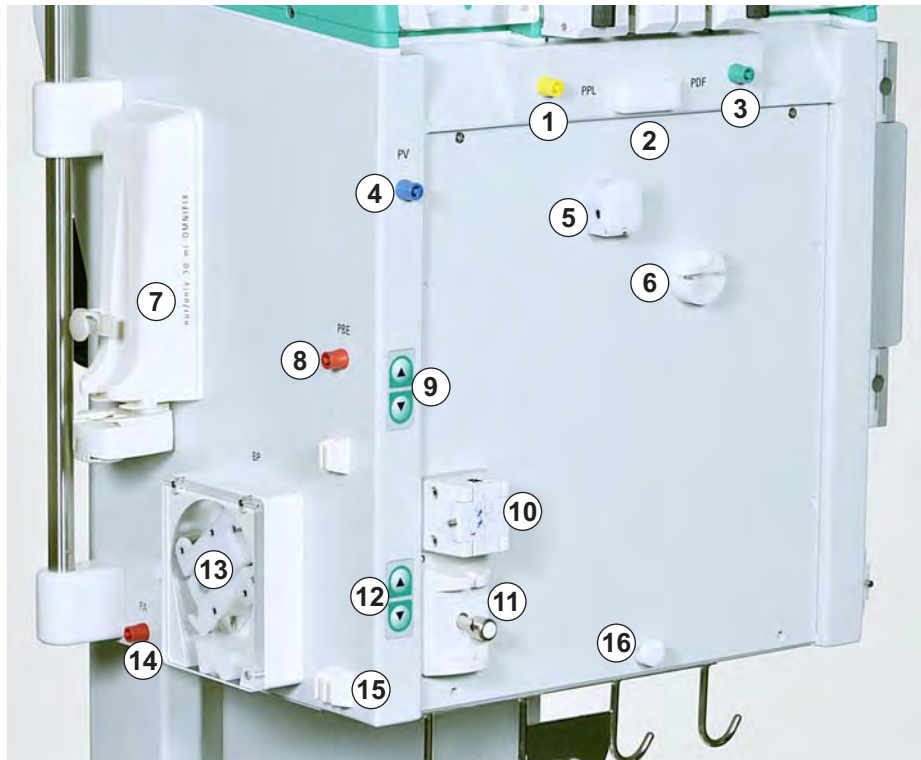

Abb. 3-5 Zentralmodul, Ansicht von vorne links
Die Pegel-Einstelltasten befinden sich auf der Vorderseite des oberen Moduls (siehe Abb. 3-4 Oberes Modul (35)) und auf der Vorderseite des Zentralmoduls (siehe Abb. 3-5 Zentralmodul, Ansicht von vorne links (36)).